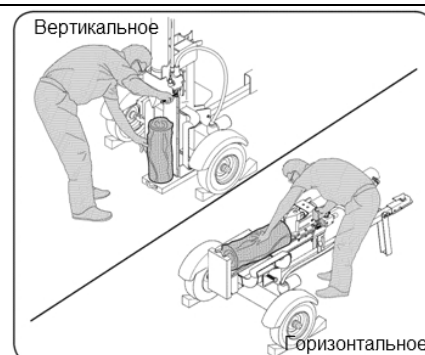

Рис. 1
- 6. Всегда эксплуатируйте данное оборудование из зоны оператора, указанной в руководстве. См. Рисунок 1.